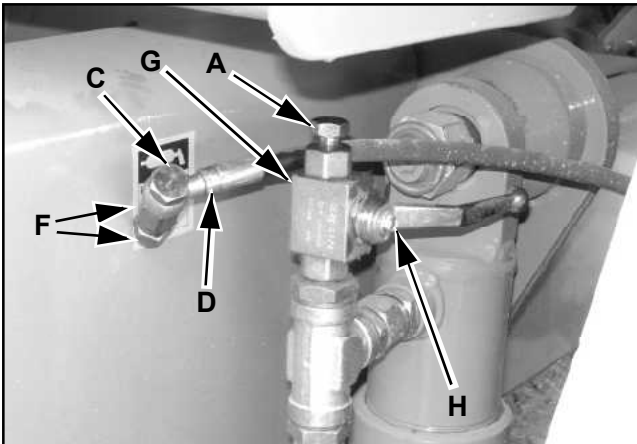

FIG. 21
2. Draai de mannelijke doppen “A” van de kraan “B” (Fig. 19) of van het aansluitstuk “E” (Fig. 20); draai de holle schroeven “C” uit de buizen “D” (Fig. 19 - Fig. 21) en houd de dichtgemaakte kolom “F” (Fig. 19 - Fig. 20) apart, omdat die na de afstelling moet worden gehermonteerd.
2. Draai de mannelijke dop "A" van de kraan "G" (Fig. 21) en draai de holle schroef "C" uit de dichtgemaakte kolom "F".